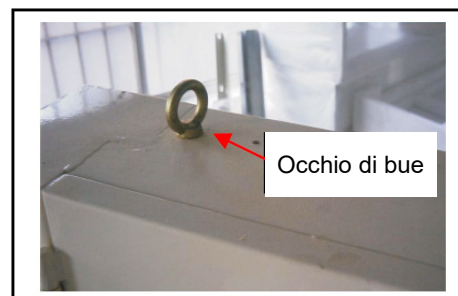

Figura 1
1. Far passare il gancio di sollevamento attraverso il golfare. (vedi figura 1).